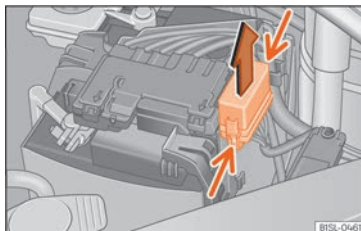

Fig. 46 En el vano motor: tapa de la caja de fusibles.
- Presione las pestañas de bloqueo para desbloquear la tapa de la caja de fusibles » fig. 46.